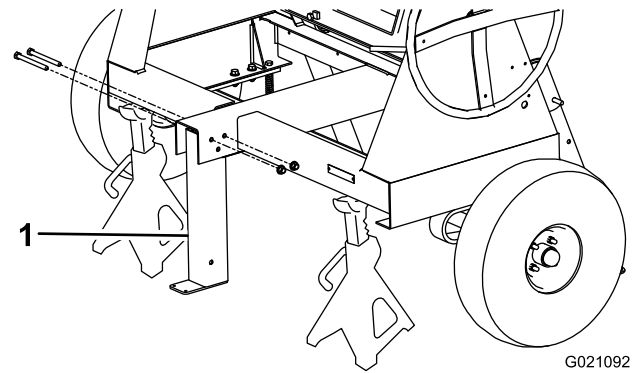

Figure 6
3. Retirez les 2 écrous et boulons qui fixent le pied stabilisateur avant au cadre (Figure 6), et déposez le pied.